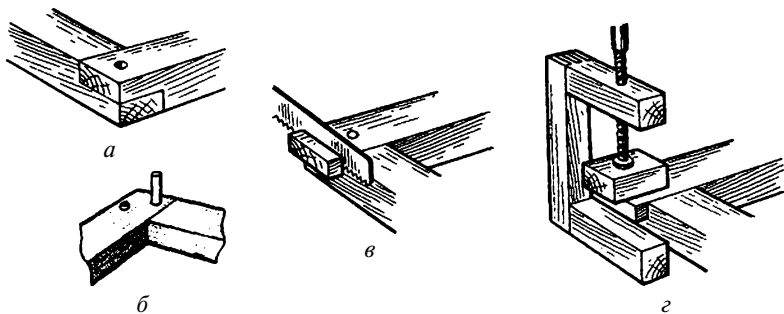

Рис. 14. Приемы соединения на нагеле
- Засверлить соединение с лицевой стороны (рис. 14а). Наиболее прочным соединением будет при склеивании деталей с двумя нагельными, расположенными по диагонали на расстоянии не менее одной четвертой ширины бруска от торцов и кромок (рис. 14б).
- Заколотить нагель киянкой до выхода насквозь (рис. 14в).
- Удалить выступающие торцы (рис. 14в).
- Зажать клеевое соединение (рис. 14г).